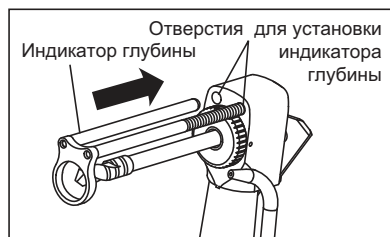
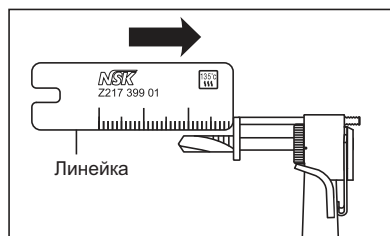

Рис. 3
Рис. 4
- 3) Установите индикатор глубины в отверстия для установки индикатора глубины (рис. 3). Установите индикатор на необходимую глубину проникновения бора при помощи прилагаемой линейки. (Рис.4)